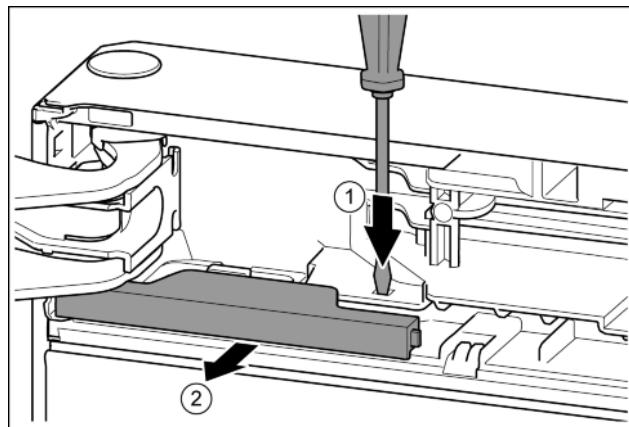

Fig. 11
- Plochým šroubovákem lamelu přitlačte. Fig. 11 (1)
- Kryt vytáhněte ze zářezky. Fig. 11 (2)